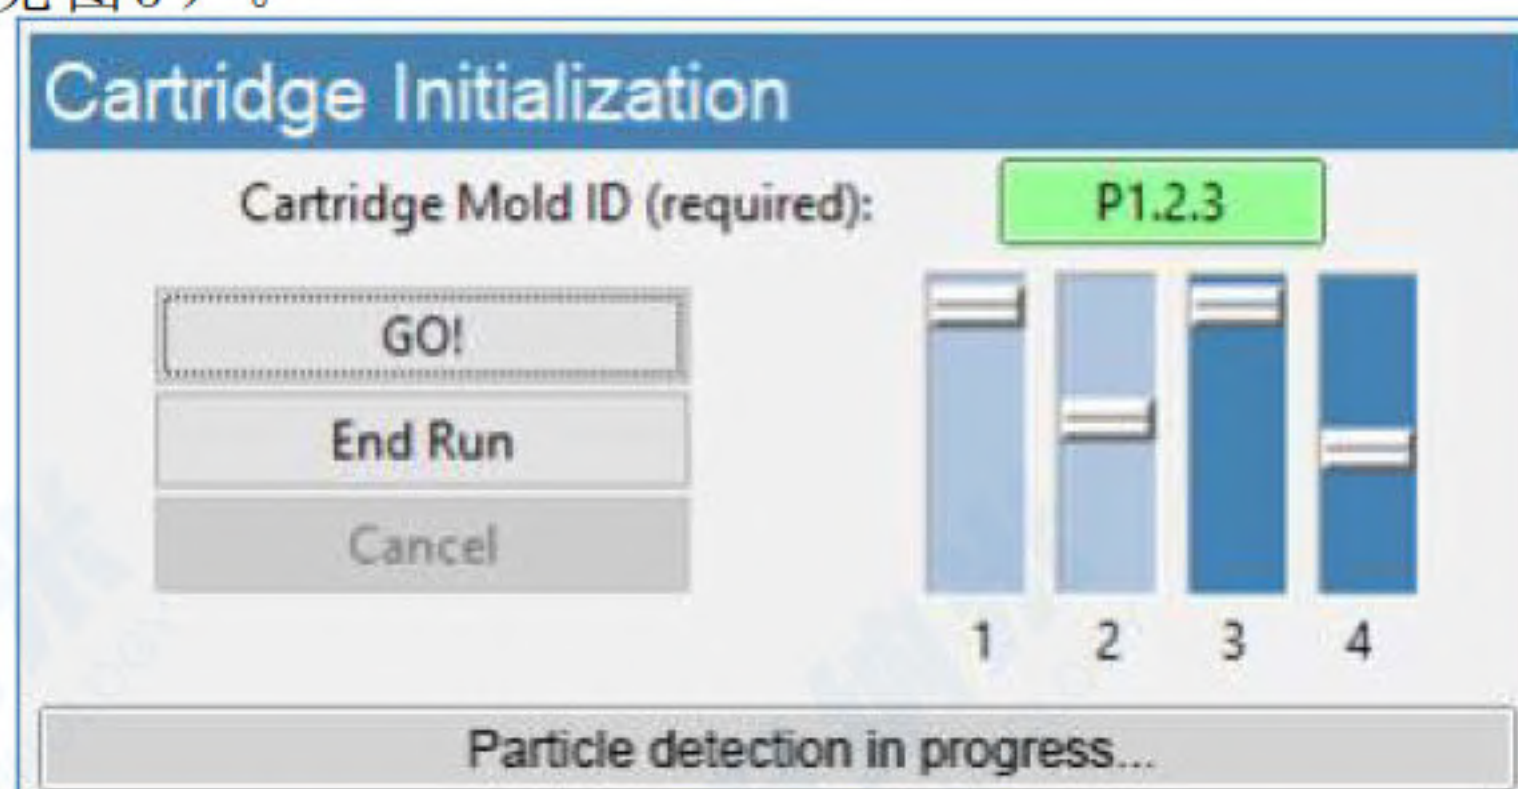

图5. 分析卡初始化界面及成功预充填后的填充监测状态。
- 点击“GO!”按钮，系统将自动进行分析卡预充填液，并**随即启动数据自动采集过程**（见图5）。
- 填充监测器（Fill Monitors）是在分析卡初始化界面（Cartridge Initialization frame）中的垂直滑动条，用于指示分析卡各部分的填充状态（见图5）。
- 预充完成后，填充监测器的状态应与 图5 所示的模式大致相符。
- 在采集到足够的的数据后, 按下“End Run”按钮(位于分析卡初始化界面(Cartridge Initialization Frame), 见图5)。